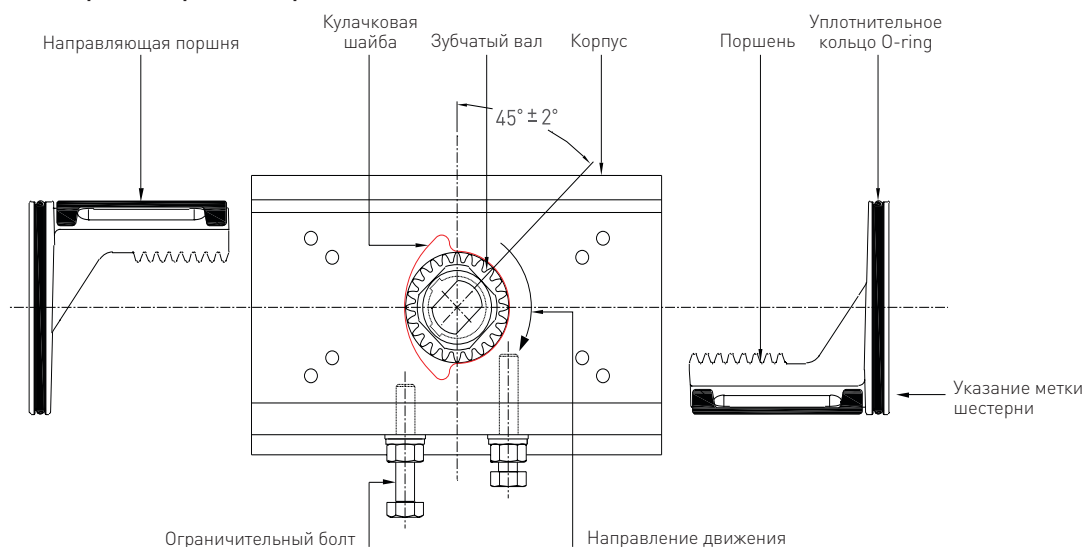

РИСУНОК 4 (ВИД СВЕРХУ)
- a. Установите верхний подшипник в сборе (10) сверху на зубчатый вал (2), сверху поместите верхнее уплотнительное кольцо (16).
- b. Установите нижний подшипник в сборе (11) снизу зубчатого вала, внизу поместите нижнее уплотнительное кольцо (17).
- c. Установите верхнюю упорную шайбу (12).
6. При введении установите кулачковую шайбу ограничения хода (5) сверху на зубчатый вал изнутри отверстия привода и проследите за расположением шпонки в валу и кулачковой шайбы ограничения хода, как показано на рис. 4. В конце крепко надавите, чтобы все встало на свои места.
7. Установите нижнюю упорную шайбу (13) и внутреннее пружинное кольцо (25) для нижнего уплотнения корпуса в месте расположения вала.
8. Установите уплотнительные кольца (18) на поршни (3) и смажьте зубчатую рейку.
9. Разместите выходной вал под углом 45° , как показано на рис. 4.
10. Вставьте поршни вместе с подложками (9), при этом ножки поршня должны быть с левой стороны отверстия, если смотреть с края с уплотнительным кольцом поршня (рис. 4), чтобы зубчатые рейки вошли в зацепление с зубчатым валом, затем осторожно надавите внутрь. Теперь привод находится в полностью закрытом положении, а указатель вала должен быть на -5 градусов (указывать немного вправо).
12. Вставьте правый (закрыто) болт ограничения хода (21) вместе с уплотнительным кольцом (19), шайбой (14) и стопорной гайкой (23), пока болт не упрется в кулачковую шайбу ограничения хода. Затяните стопорную гайку.
14. Вставьте левый (открыто) болт ограничения хода (21) вместе с уплотнительным кольцом (19), шайбой (14) и стопорной гайкой (23), пока болт не упрется в кулачковую шайбу ограничения хода. Затяните стопорную гайку. После монтажа клапана нужно проверить положение болтов ограничения хода и при необходимости отрегулировать.
15. Установите прокладки торцевой крышки (20) на торцевые крышки (4) с применением небольшого количества смазки.